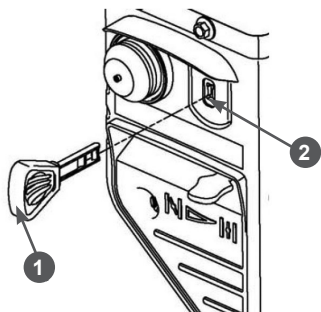

Рис. 32 Установка ключа выключателя зажигания
5. Вставьте ключ 1 в гнездо 2 выключателя зажигания (Рис. 32).
При возникновении аварийной ситуации, для экстренной остановки двигателя извлеките ключ из гнезда выключателя зажигания (Рис. 32).
- Извлеките ключ из гнезда выключателя зажигания (Рис. 32).